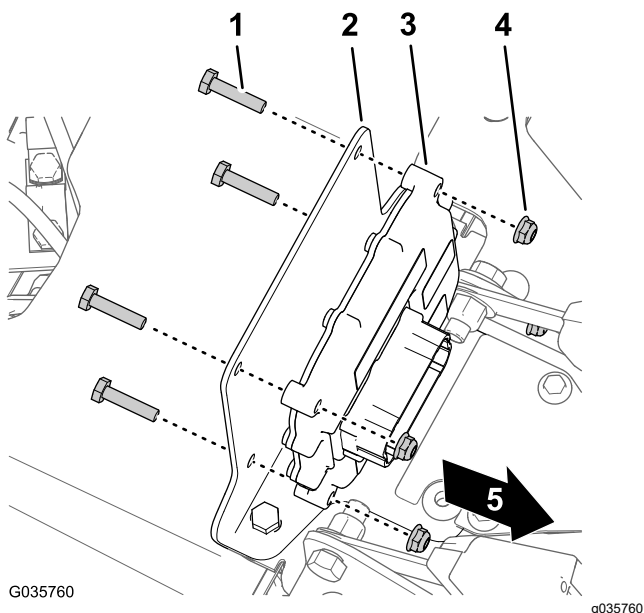

Figura 31
do operador interior e do passageiro e retire a tomada de extração da base da consola (Figura 31).
3. Monte o controlador eletrônico no suporte de montagem (Figura 31) com quatro parafusos ($\frac{1}{4}$ pol. x $1\frac{1}{8}$ pol.) e quatro porcas de bloqueio ($\frac{1}{4}$ pol.).